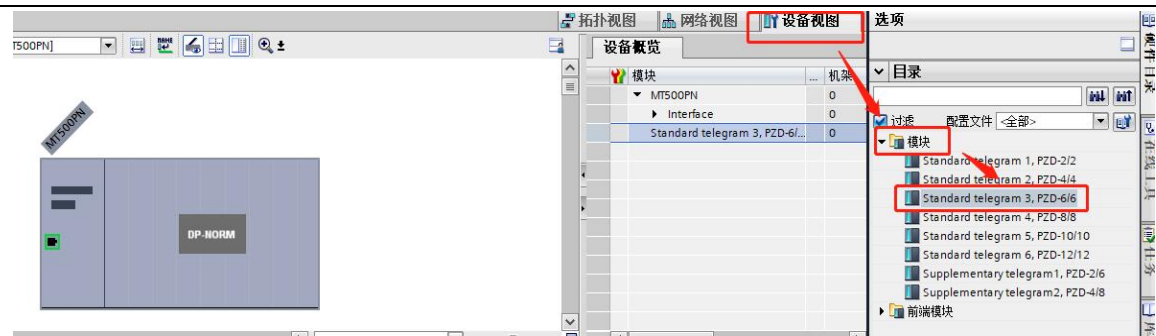

图 24 选择模块并添加
(2) 如图 24 所示：在右侧 “模块” 下选择相应模块，双击添加到设备中